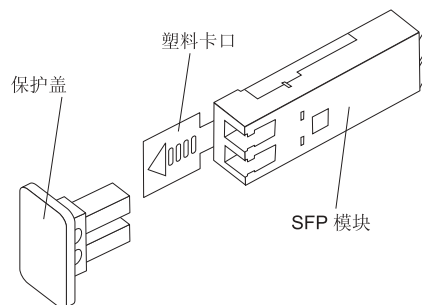

图 30. 小型可插拔 (SFP) 模块
3. 如图 30 所示，将保护盖从 SFP 模块卸下。保存好该保护盖以备将来使用。